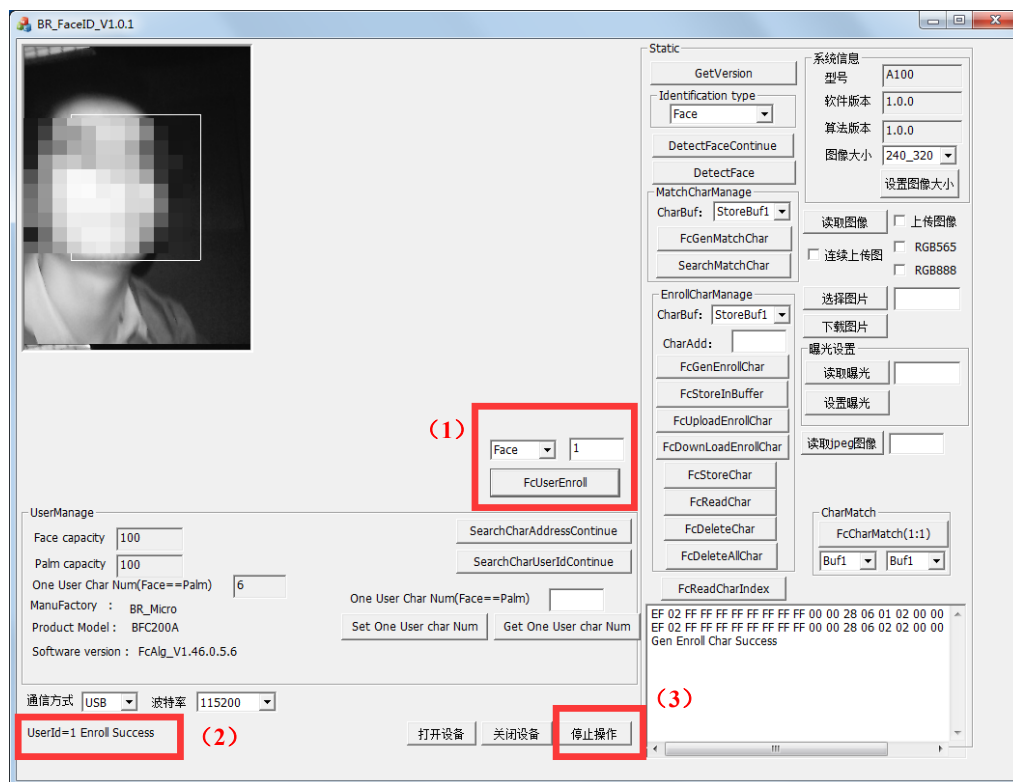

图 4-8
(1) 选择 Face 或 Palm/1 (ID 号), 点击 “FcUserEnroll”, 模组会自动录入面前的人脸图像或掌纹;
(2) 人脸或掌纹录入成功后左边显示 “UserId=1 Enroll Success”, 且图像显示框显示人脸图像或掌纹;
(3) 点击 “停止操作”, 如图 4-8 所示。